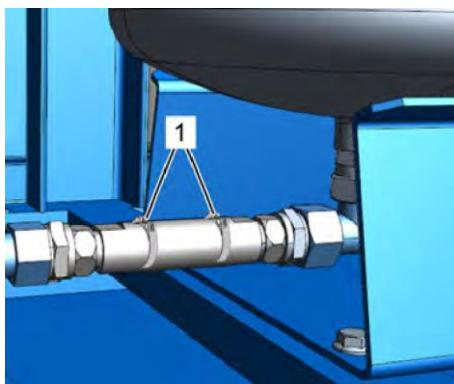

Рис. 53: Анод протекторной защиты
5. → Отсоедините шланговые зажимы системы выравнивания потенциалов (Рис. 53/1).
10. → Установите и прикрутите шланговые зажимы и кабель системы выравнивания потенциалов (Рис. 53/1).